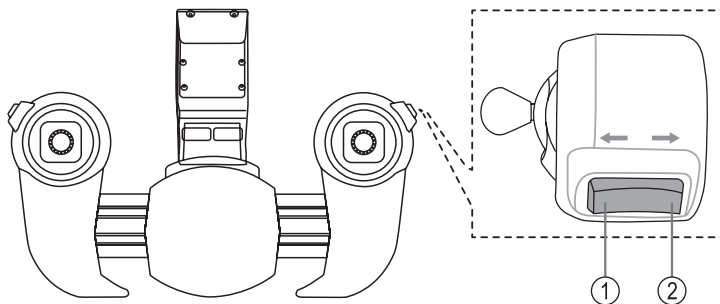

Figura 10
Il modello può essere fatto decollare e atterrare premendo un pulsante. A tale scopo, collocare il quadricottero pronto per la partenza su una superficie piana (vedi istruzioni precedenti), a una distanza sufficiente da sé e dagli ostacoli. Per partire basta premere il tasto corrispondente sul trasmettitore (figura 10, pos. 1). Se i rotori si accendono improvvisamente, il quadricottero si solleva in verticale e si libra a circa 1,5 - 2 metri davanti al pilota. Ora è possibile eseguire le operazioni per mezzo di movimenti di controllo adeguati sul trasmettitore.
Per l'atterraggio cercare un punto adatto (vedere le note precedenti), portare il modello in una posizione di volo stabile e a un'altezza ideale di max. 1,5 metri. Premere ora brevemente il tasto corrispondente (figura 10, pos. 2). Il modello inizierà immediatamente l'atterraggio, ridurre l'altezza verticale e spegnere i rotori dopo che il quadricottero ha toccato terra.